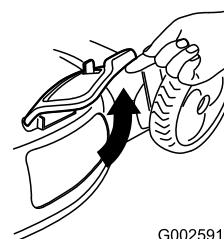

Figure 34
2. Soulevez et ouvrez le volet d'éjection latérale (Figure 34).